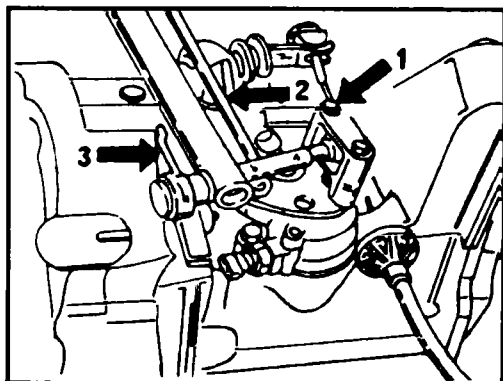

Рис. 3.2 Отсоединение механизма переключения передач
- ◆ Разъедините соединение головки вилки 1 (см. рис. 3.2).
- ◆ В передней части рычага переключения передачи снимите с шарнира рычаг (2).
- ◆ Снимите кронштейн с рычагом (3).